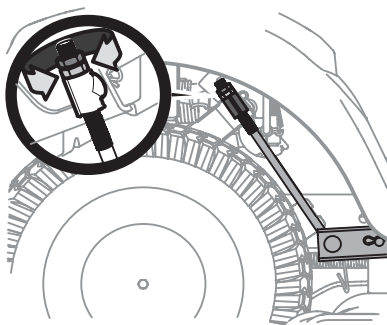

Figura 22
- Debajo de los guardabarros traseros dentro de las ruedas hay una varilla de ajuste de elevación para cada lado de la plataforma. Consulte la Figura 22.